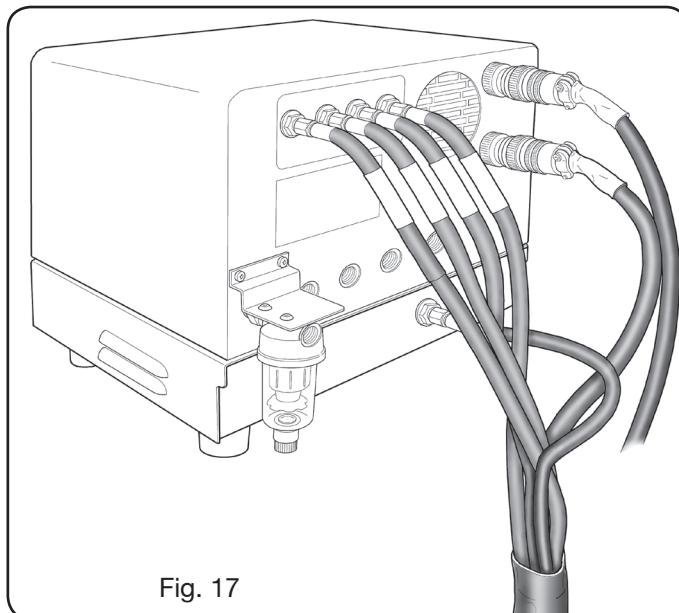

Fig. 17
- Raccorder la gaine de tuyaux art.1166 en serrant les tuyaux aux sorties des gaz correspondantes et en veillant à respecter les marquages (plasma preflow - cutflow, secondary preflow-cutflow et auxiliary) ; visser le connecteur électrique à la sortie CN05 (voir Fig. 17).
- Enfin, raccorder la connexion art. 1189 en vissant le connecteur électrique à la sortie CN04 (voir Fig. 17). Vérifier que l'air (AIR) est toujours raccordé, à la pression adéquate, à la console gaz automatique comme il est utilisé en tant que gaz de « service ».